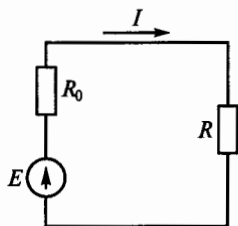

Рис. 35
**1.49.** Для приведенного на рис. 35 контура составить уравнение второго закона Кирхгофа, преобразовать его в уравнение баланса мощностей и указать, какое из приведенных уравнений правильное.